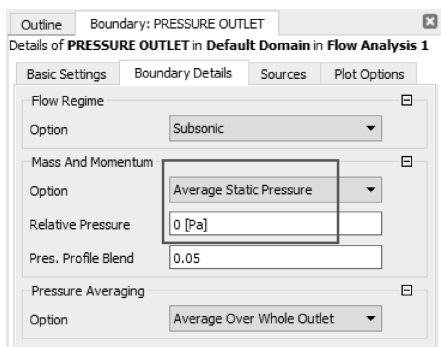
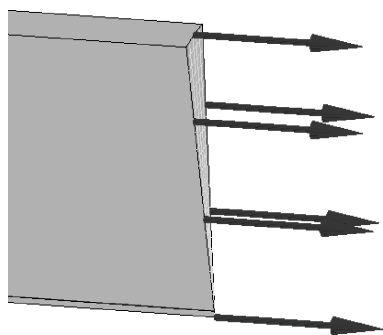

图 11-96 设置出口边界
图 11-97 出口边界设置效果
(3) 在工具栏中单击边界条件 ，从弹出的【Insert Boundary】中，输入名称为“PRESSURE OUTLET”确定，【Basic Setting】→【Boundary Type】= Outlet，【Location】= PRESSURE_OUTLET；【Boundary Details】→【Mass And Momentum】→【Option】= Average Static Pressure，【Relative Pressure】= 0，其他默认，单击【OK】关闭任务窗口，如图 11-96、图 11-97 所示。